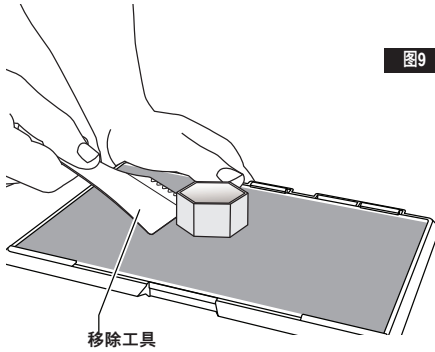

图9
3. 弯曲打印平台板，确保物件没有指向您自己和他人。用拇指按住其后部，同时用其它手指握住把手，如图 9 所示。该物件将会松动，并且会掉落或可轻易用手拉开。
4. 对于纤薄小巧的物件，只弯曲打印平台板可能无法松动该物件。如有需要，小心使用模型移除工具从打印平台板上移除模型，如图 9 所示。